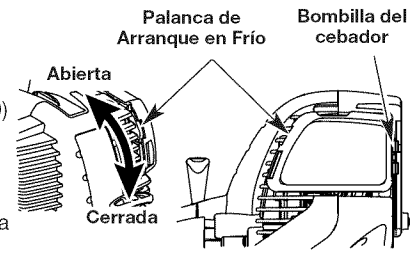

Fig. 10
**SI ESTÁ FRÍO...** Para funcionamiento en tiempo de frío (por debajo de 40°F), gire la palanca de arranque para tiempo frío (Fig. 10) hacia abajo hasta la posición de arranque/cerrada y continúe al paso 3. NO gire esta palanca hacia abajo si la temperatura está por encima de 40°F.
3. Oprima completamente y libere la pera del cebador 10 veces, lentamente. Deberá verse alguna cantidad de combustible en la pera del cebador (Fig. 10). Si no puede ver combustible en la pera, oprima y suelte la pera tantas veces como sea necesario hasta que vea combustible en la misma.